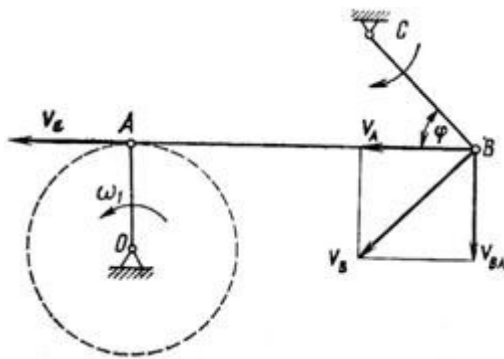

Рисунок 21
2. В четырехзвенном механизме (рис. 21) кривошип ОА вращается равномерно с частотой  $n = 300 \text{ об/мин}$ . Для заданного положения механизма, при котором кривошип ОА перпендикулярен шатуну АВ и  $\angle ABC = 45^\circ$ , определить угловую скорость звена (коромысла) ВС, если  $OA = 0,12 \text{ м}$ ,  $AB = 0,3 \text{ м}$  и  $BC = 0,14 \text{ м}$ .